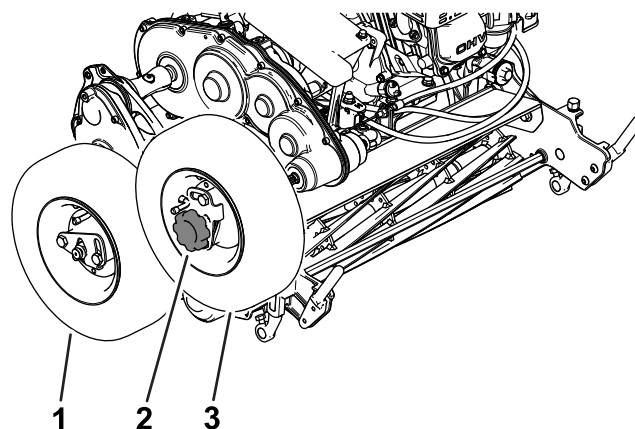

Figura 11
3. Instale las ruedas de transporte en el eje derecho y el cubo de transmisión; consulte la Figura 11.
5. Instale el pomo sobre la rueda en el eje de transmisión (Figura 11).